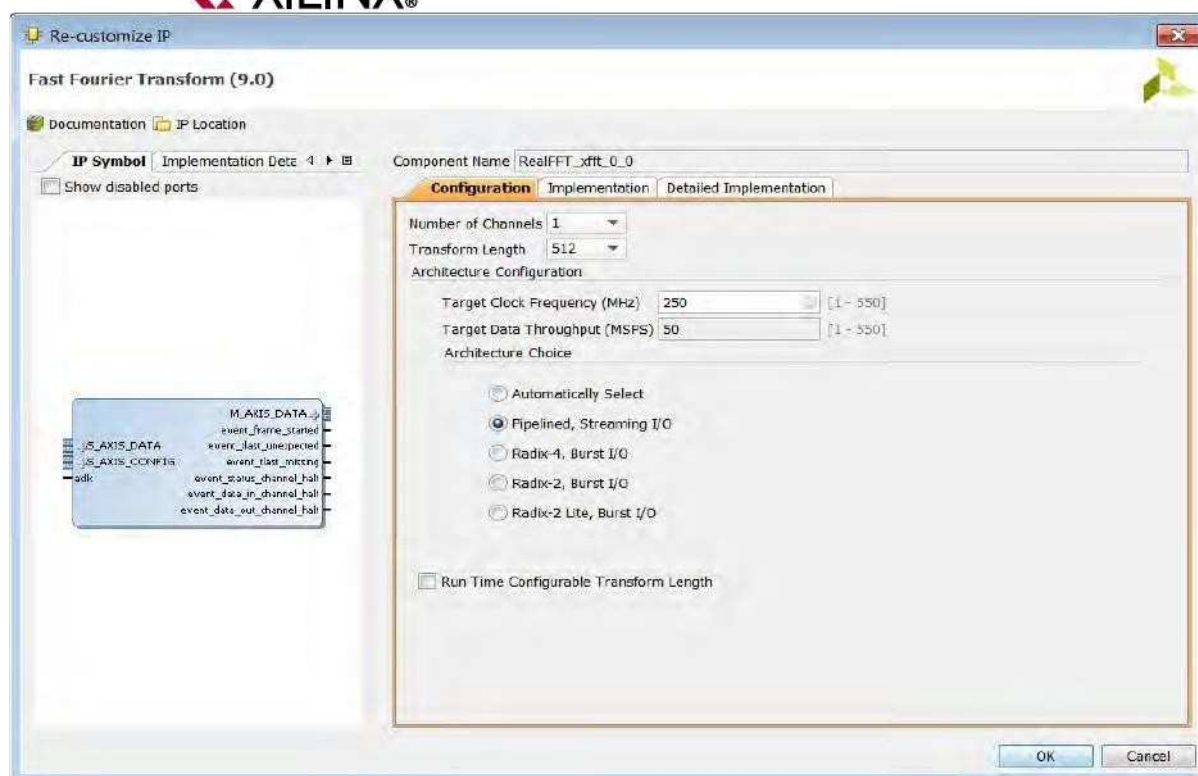

图 9-13:Xilinx FFT 配置
4. 在 Configuration 选项卡上(图 9-13):